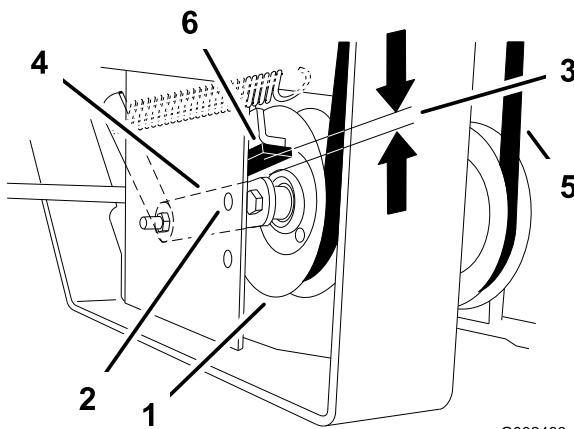

Figure 54
9. Contrôlez la distance entre la butée en caoutchouc et le bras de la poulie de tension à ressort quand la plaque de la poulie est tendue. On doit obtenir une distance de 0 à 6 mm (0 à 1/4 po) à partir de la butée (Figure 54).